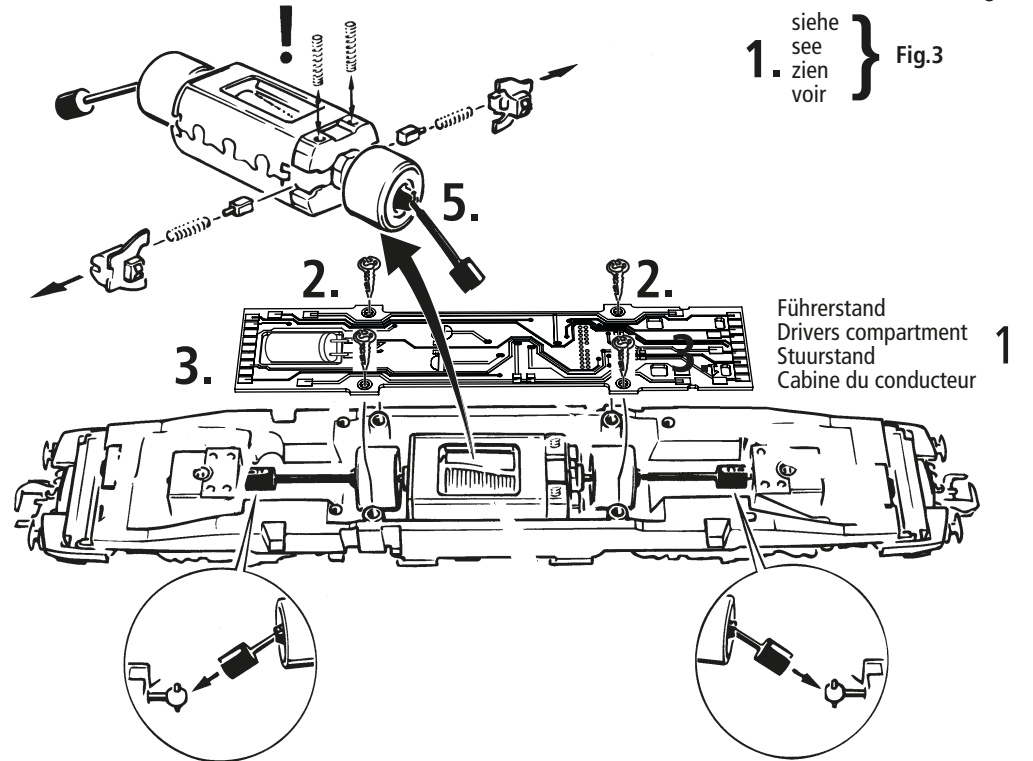

Fig. 9
**Ausführung für Wechselstrom:** siehe Fig. 9
**A.C. operation:** see fig. 9
voir fig. 9